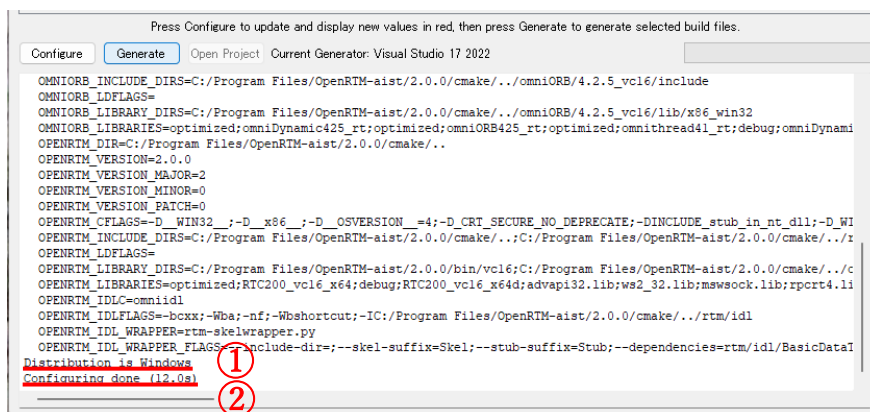

図 15 ウィンドウ下部のログに[Configuring done]と表示された状態
- ⑧ 図 15 のようにウィンドウ下部のログに[Configuring done]と表示されたことを確認し、[Generate]を選択する。
- ⑨ 図 15 のように、同じくウィンドウ下部のログに[Generating done]が表示されたことを確認し、他の各 RTC の CMake を行う。すべての RTC の CMake が終了したことを確認後、ウィンドウ右上の[×]を選択し、[CMake (cmake-gui)]を閉じる。